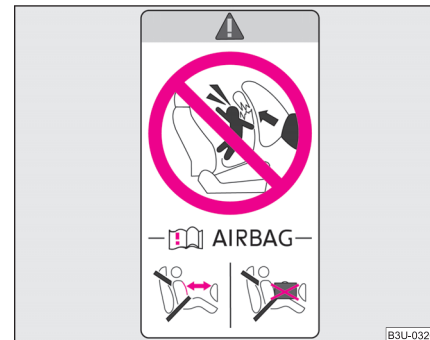

Abb. 123 Aufkleber an der mittleren Karoseriesäule auf der Beifahrersseite
- Auf diese Tatsache weist auch der Aufkleber hin, der sich an der mittleren Karoseriesäule auf der Beifahrerseite befindet ⇒ Seite 165, Abb. 123. Der Aufkleber ist nach dem Öffnen der Beifahrertür sichtbar.